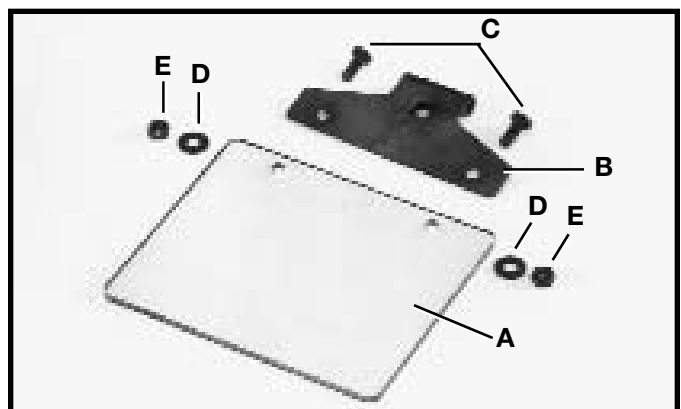

Fig. 6
1. Coloque el escudo (A) Fig. 6 bajo el borde del marco (B). Se deben alinear los dos agujeros en el escudo con los dos agujeros en el marco. Afícelos mediante el uso de los dos tornillos con cabeza redonda de 1/2 pulg. de largo #10-24x1/2" (C), arandelas 15/32" (D), y tuercas #10-24 (E). Ensamble el otro escudo ocular de la misma manera.